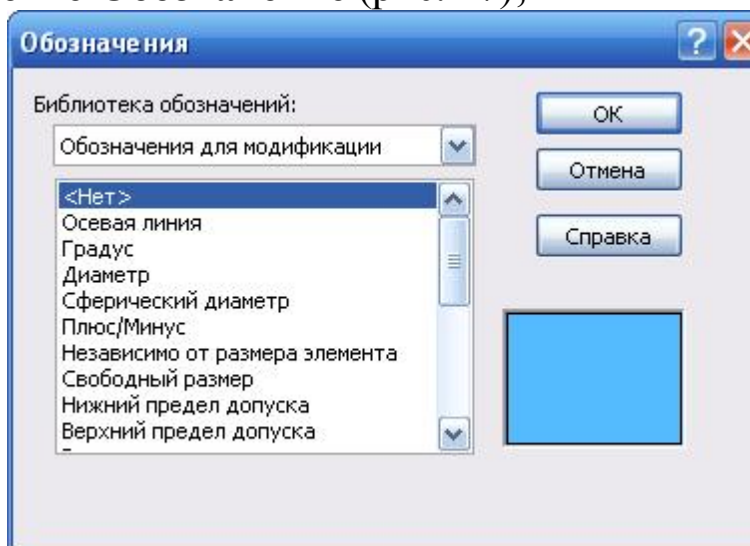

Рис. 17
- Нажмите кнопку **Добавить обозначение** и в открывшемся окне **Обозначение** выберите значок **Вид повёрнуто** из раздела **Обозначения для модификации** библиотеки обозначений, после чего нажмите ОК и закройте окно **Обозначение** (рис. 17);